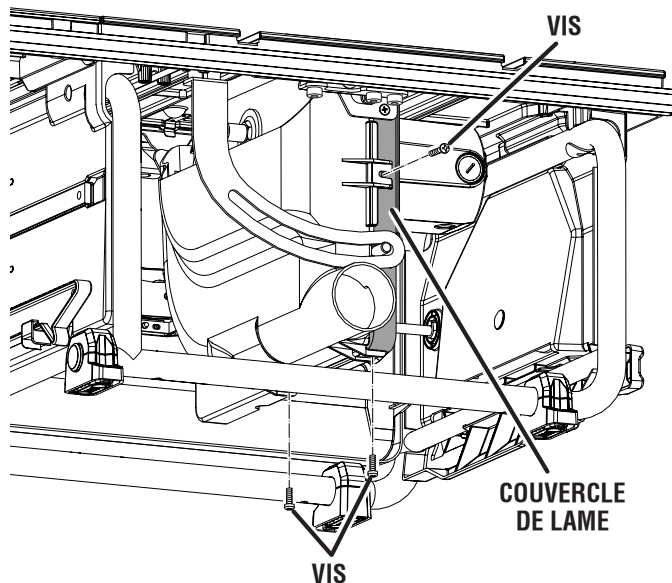

Fig. 55
- Retirer les vis et ouvrir le couvercle du lame. Nettoyer la poussière de sciure et les puces de bois de le couvercle du lame. Fermeture et obtenir. (Voir la figure 55.)